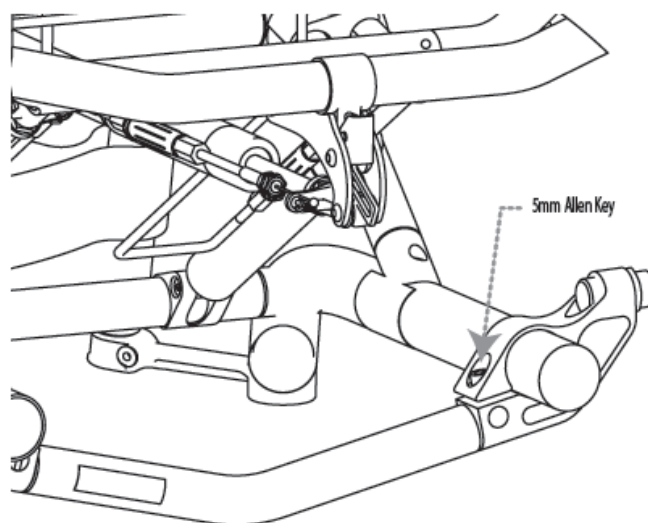

Figura 19.4 Regolazione della posizione delle ruote
2. Usando la chiave a brugola da 5 mm, allentare i bulloni a testa esagonale M6 sulla parte superiore dell'asse di campanatura finché non è possibile far scorrere in avanti e indietro il gruppo. (Vedi figura 19.4)